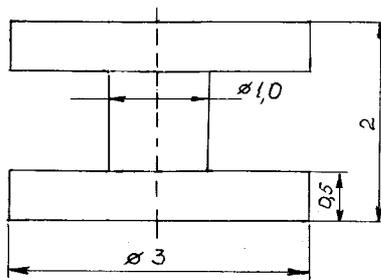

Рис. 1
- Так вот я и говорю, первым "чудом" явилось то, что никаких резонансных свойств контур НЗ22(236) не проявил! Характериограф бесстрастно фиксировал почти ровную полосу пропускания, ширина которой составляла не менее 300 кГц! И, заметьте, никаких желанных "колоколов"!
- Да нет, не угадал ты, Василий! - промолвил Сан-Саныч. - И тогда понял я, что без проникновения в самую суть вещи дела не будет. А потому, аккуратно разобрав на составные части конструкцию контура НЗ22(236), приступил к сравнительному анализу. Основой контура являлась суперминиатюрная катушка (одинарная и без каких-либо отводов), намотанная тонким изолированным проводом на ферритовом сердечнике, напоминающем собой обыкновенную катушку для ниток, только значительно более миниатюрный. Вот здесь, на **рис. 1**, я и воспроизвожу внешний вид сердечника.